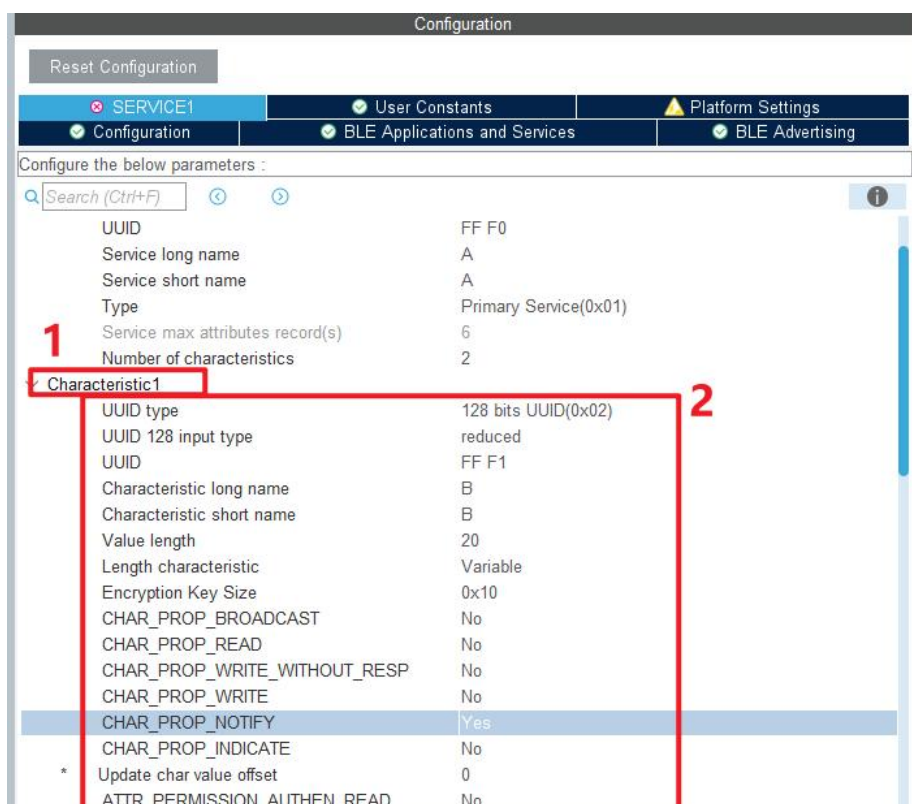

图 5.10
10. 如图 5.10 所示，按照如图配置好 Characteristic1 参数。